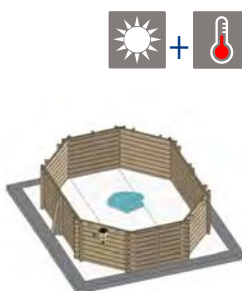
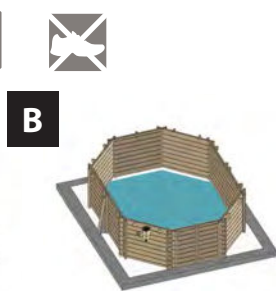

Fig. 16 / Abb. 16 / Afb. 16
Fig. 17 / Abb. 17 / Afb. 17
**B** Place the liner in the centre of the pool (figure 16) and unfold it starting from there (figure 17) Uniformly distribute the space between the dimensions of the liner and those the structure all round.
**B** Placez le liner au centre de la piscine (figure 16) et le déplier à partir de ce centre (figure 17). Répartissez de façon égale le jeu existant entre la dimension du liner et la dimension de la structure sur tout le pourtour.
**B** Platzieren Sie den Liner in der Mitte des Pools (Abb. 16) und entfalten Sie ihn von dort aus (Abb. 17). Verteilen Sie das Spiel zwischen den Maßen des Liners und denen des Tragwerks gleichmäßig auf dem ganzen Umriss.